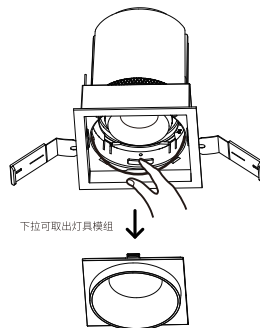

图21
4.90方形款灯具需更换模组或模组需维护时,取下反光罩，下拉即可取出灯具模组，如图21所示；